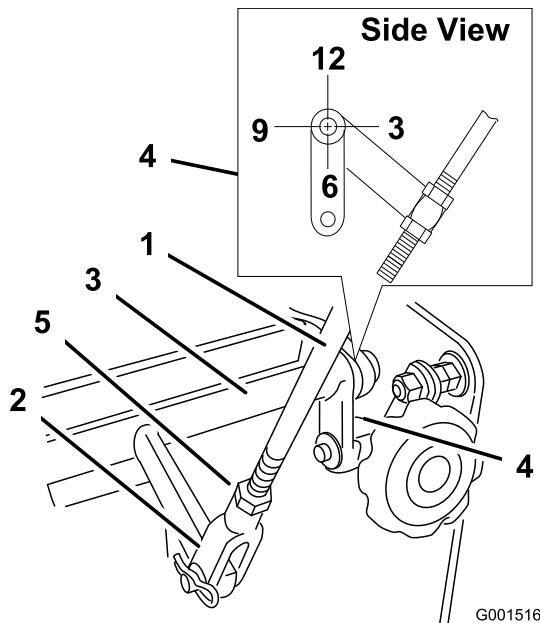

Figura 33
4. Compruebe la orientación de las barras laterales situadas en los extremos del la barra de control de velocidad. Estas barras deben estar orientadas hacia abajo en la posición de las 6 aproximadamente (Figura 33).
5. Ajuste la horquilla enroscada del extremo del acoplamiento de control de velocidad hasta que las barras estén en la posición de las 6 (Figura 33).